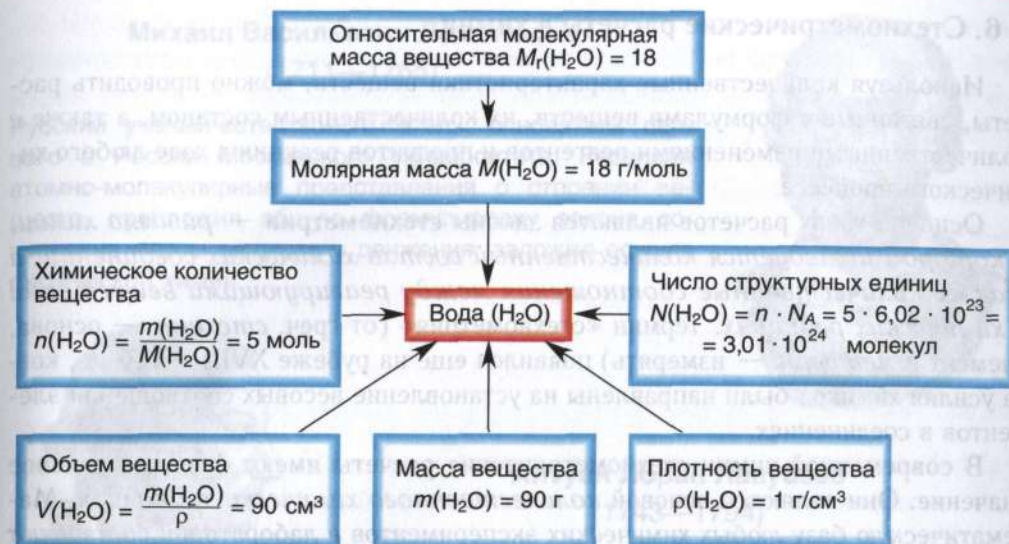

Рис. 4. Взаимосвязь физических величин на примере порции воды (H_2O) массой 90 г
3. Рассчитайте химическое количество уксусной кислоты CH_3COOH , содержащей столько же атомов углерода, сколько их находится в оксиде углерода(IV) CO_2 массой 20 г.
5. Используя рисунок 4, дайте полную количественную характеристику следующих веществ объемом 2 дм³: а) брома ($\rho = 3,1$ г/см³); б) хлорида натрия ($\rho = 2,16$ г/см³); в) серы ($\rho = 10,5$ г/см³); г) уксусной кислоты ($\rho = 1,05$ г/см³).